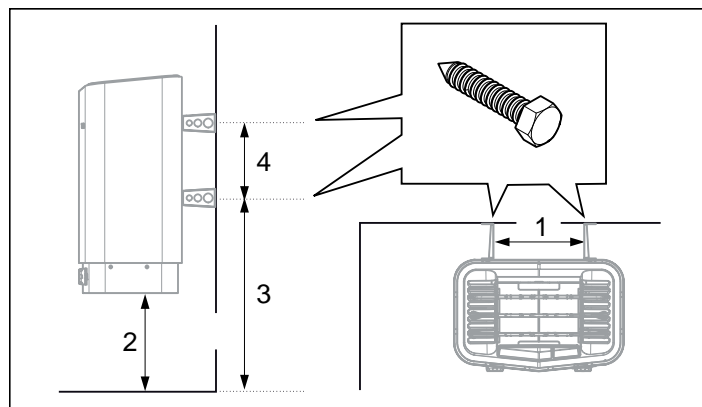

Fig 8: Cotes
6. Poser les vis pour support d'après les cotes se Fig 8, page 15.